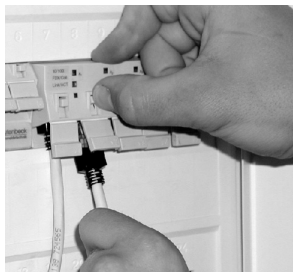

Figura 3
- 2 Per staccare il cavo patch dalle prese premere prima il pulsante di sblocco posto sopra la presa interessata ed estrarre quindi la spina (v. figura 3).